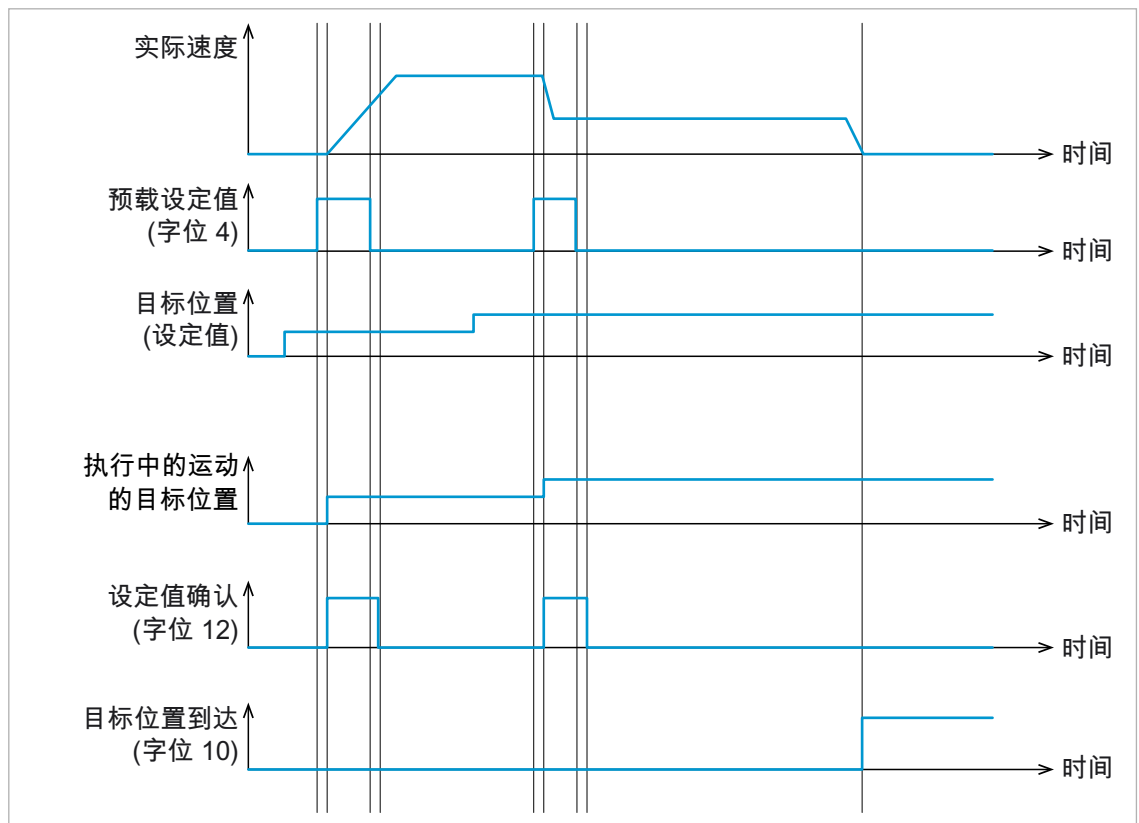

图 28: 多点设定值的握手处理过程，各设定值均即刻预载
**i** 示例（参见图 28）中，新的加速度或速度值指令，随新的目标位置一并发送，速度曲线（实际速度）的变化即为体现。